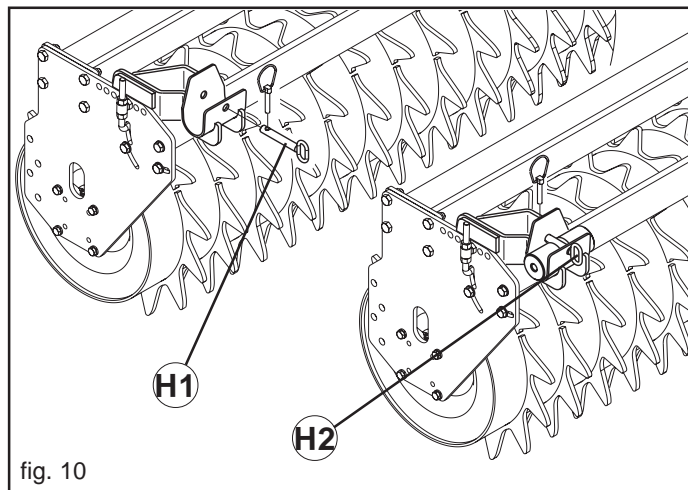

fig. 10
- 2) Lever les broches à détente et décrocher les pivots de sécurité (H1, Fig. 10).
- 4) Replacer les pivots de sécurité avec les propres broches à détente (H2, Fig. 10).